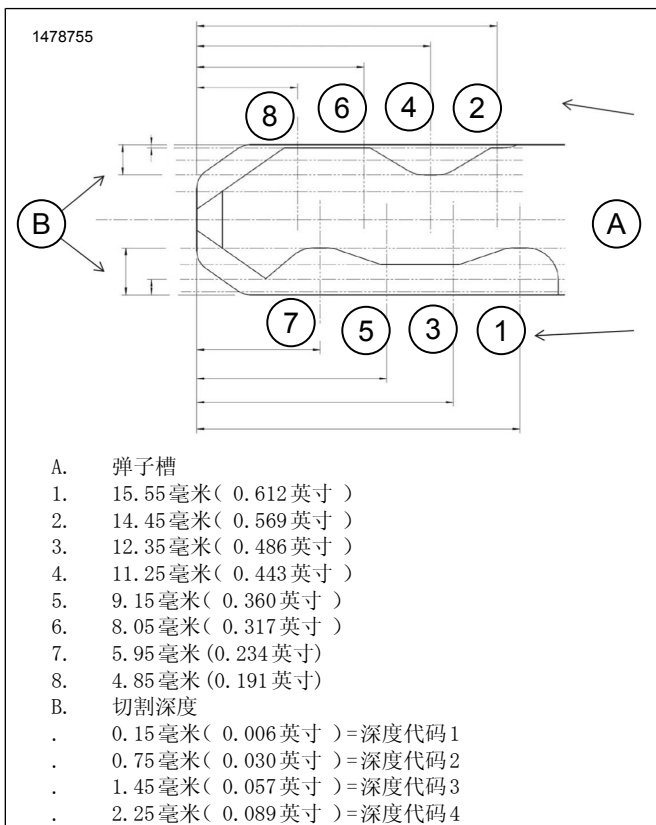

图3。钥匙代码图
- 图3对于原厂设备(OE)车辆钥匙，确定每个钥匙槽的切割深度。
- 表3根据测量的切割蛇毒，写入从图3获取的钥匙深度代码。